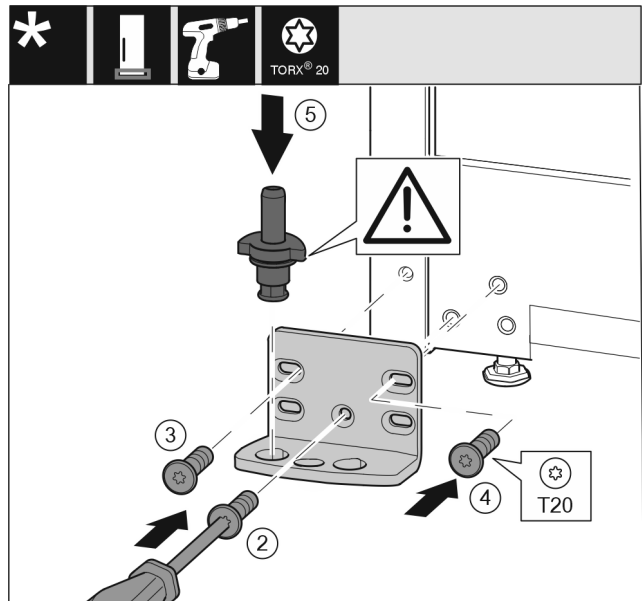

Fig. 18
- ▶ 将托架安装到另一侧, 并借助螺丝刀旋紧。用螺钉 Fig. 18 (2) 从底部的中心开始。
- ▶ 拧紧螺钉 Fig. 18 (3) 和螺钉 Fig. 18 (4)。
- ▶ 将轴承螺栓 Fig. 18 (5) 完全装入。同时注意止动凸轮需指向后方。